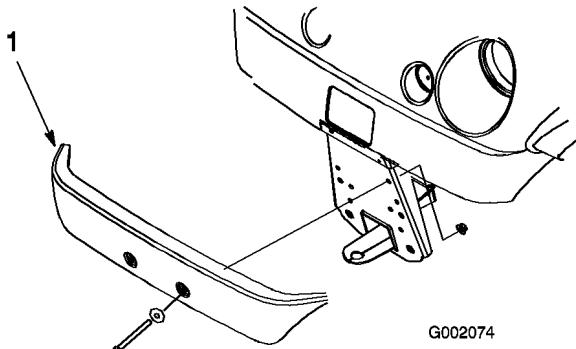

Bild 5
2. Flüchten Sie die Befestigungslöcher aus und befestigen Sie die Stoßstange mit den vorher entfernten Befestigungsteilen am Rahmen (Bild 5).